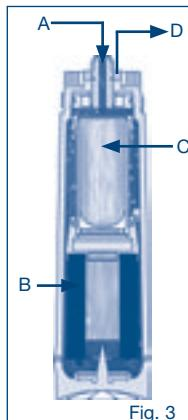

Fig. 3
L'eau du robinet (A) entre dans la cartouche de filtre (Fig. 3) et l'eau est filtrée par un bloc de carbone (B) activé. Particules, matières organiques dissoutes, des colorants naturels et de substances responsables de mauvais goût et les odeurs par exemple chlore sont éliminés.